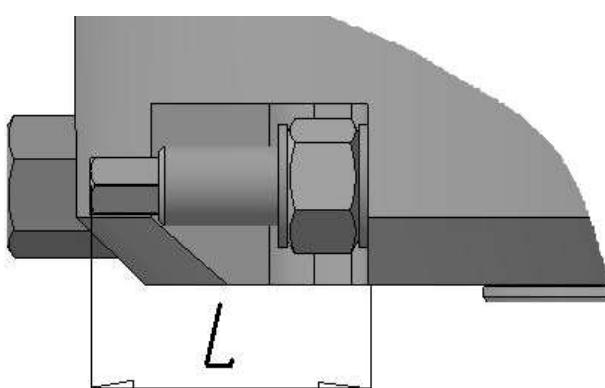

Рисунок 33 - Заглушка снята
- а) выкрутить упоры регулируемые на максимальное допустимое расстояние  $L_{\max}$  в соответствии с таблицей 30 (рисунок 33). Провести калибровку электропривода на шаровом кране в соответствии с механической шкалой редуктора и требуемым ходом шарового крана ( $90^\circ$ ) по крайним точкам;